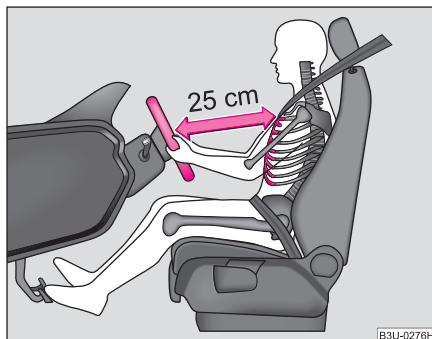

Fig. 102 Distanța corectă a conducătorului față de volan
- Reglați astfel scaunul conducătorului auto încât distanța dintre volan și torace să fie de cel puțin 25 cm ⇒ **fig. 102**.
- Între conducător și volan trebuie să existe o distanță de cel puțin 25 cm ⇒ pagina 125, fig. 102. Dacă nu se respectă această distanță, sistemul airbag nu își poate exercita eficiența maximă – Pericol!